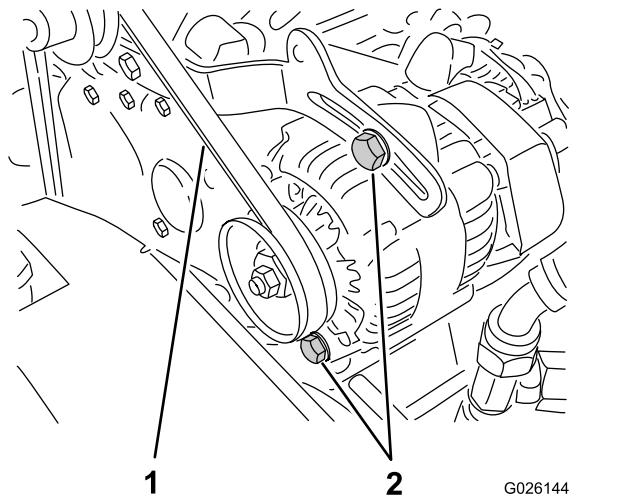

图58
2. 使用 10kg 的力按压曲轴箱与交流发电机皮带轮之间的皮带中间位置检查皮带的张紧力图58。
- A. 拧松 2 个交流发电机安装螺栓图58。
- B. 使用撬棍转动交流发电机直至达到适当的皮带张紧力然后拧紧安装螺栓图58。